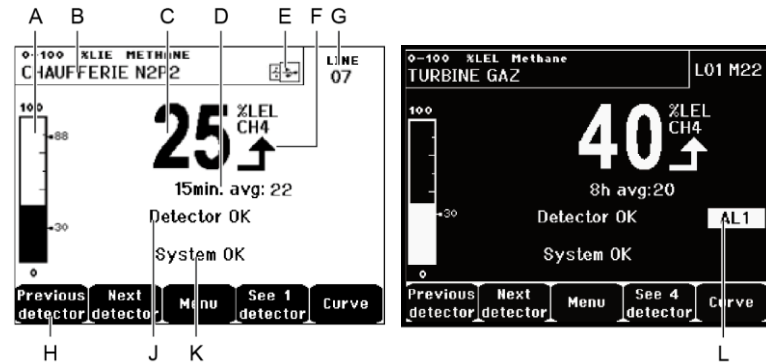

Рисунок 44: Пример дисплея измерений в нормальном режиме и с инвертированным изображением.
- **Смотреть 1 детектор:** Дисплей в нормальном режиме (Рисунок 44).
- Л. Индикация активированной сигнализации с мигающим пороговым дисплеем. Изображение дисплея меняется на инвертированное (Рисунок 44, экран справа).